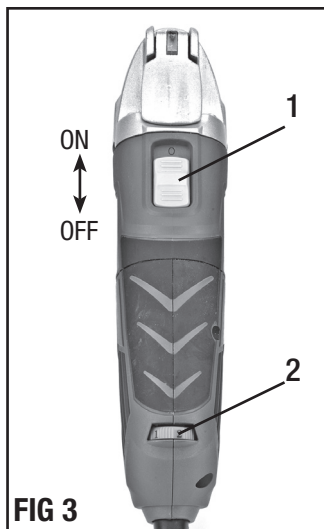

FIG 3
UTILISATION DU INTERRUPTEUR (FIG 3)
MOLETTE À VITESSE VARIABLE (FIG 3)
Votre outil oscillant est équipé d'une molette de contrôle de vitesse variable (2) située à l'extrémité arrière de l'outil. Voir la figure 3. Vous pouvez sélectionner la vitesse d'oscillation en faisant tourner la molette de commande. Réglage 6 est la vitesse maximale (22000 OPM) et le réglage 1 est la vitesse minimale (15000 OPM).